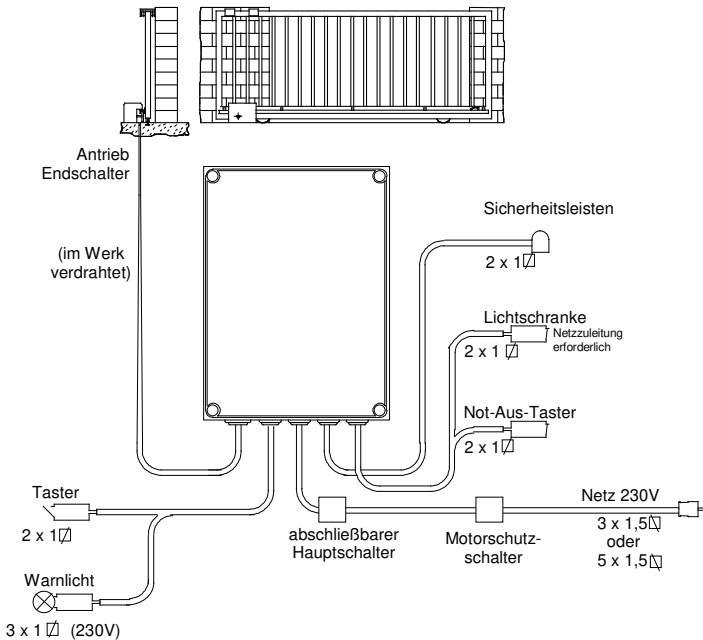

Bild 14 Installationsplan
1. Verlegen Sie die Kabel vom Netz und etwaigen Zusatzeinrichtungen zur Steuerung (siehe Bild 14 auf Seite 15).